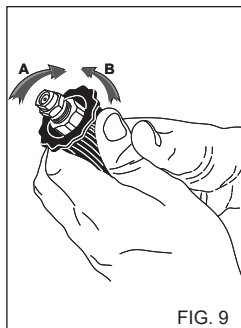

FIG. 9
UTILISATION DU BOUTON DE REGLAGE (fig. 9)
- 2) Actionner le nettoyeur haute pression, activer la commande d'aspiration du détergent présente sur la lance (fig. 9), et répandre la solution sur la surface à laver en procédant de bas en haut. Laisser agir quelques minutes.